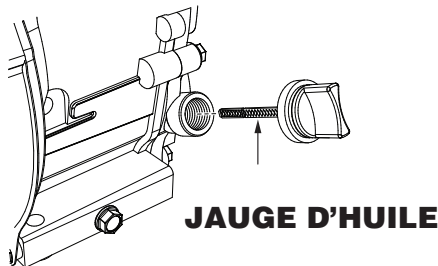

Figure 4. Retrait de la jauge d'huile moteur
2. Retirer la jauge de remplissage du trou de remplissage d'huile du moteur (Figure 4) et l'essuyer.